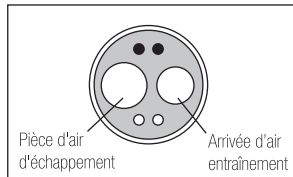

Fig. 7
- 3) Insérez l'embout de spray dans le port d'arrivée d'air du moteur. Tenez le moteur et pulvérisez pendant environ 2-3 secondes. Vaporisez du lubrifiant jusqu'à ce qu'il en ressorte de la pièce de l'air d'échappement pendant au moins 2 secondes. (Fig. 7)
- 2) Appliquez 1 ou 2 gouttes d'huile lubrifiante dans le port d'arrivée d'air illustré à la Fig. 7.